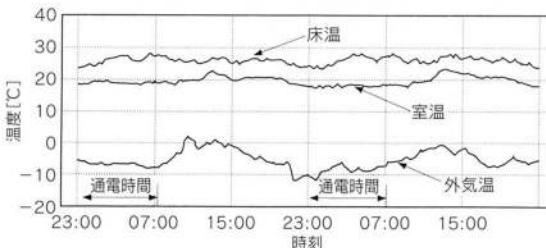

図2 A社会議室の温度経時変化
2) 温度特性など——A社オフィスの会議室(仕上材:塩ビシート)に採用された温度経時変化を図2に、また、通常対流式暖房器(石油ファンヒータ)と床暖房の垂直方向の
3) 温度特性評価——図2に見られるように、終日の経時温度変化は、室温が18℃以上で床温との温度差も十分にあり、床暖房効果の発揮された快適な環境が得られている。